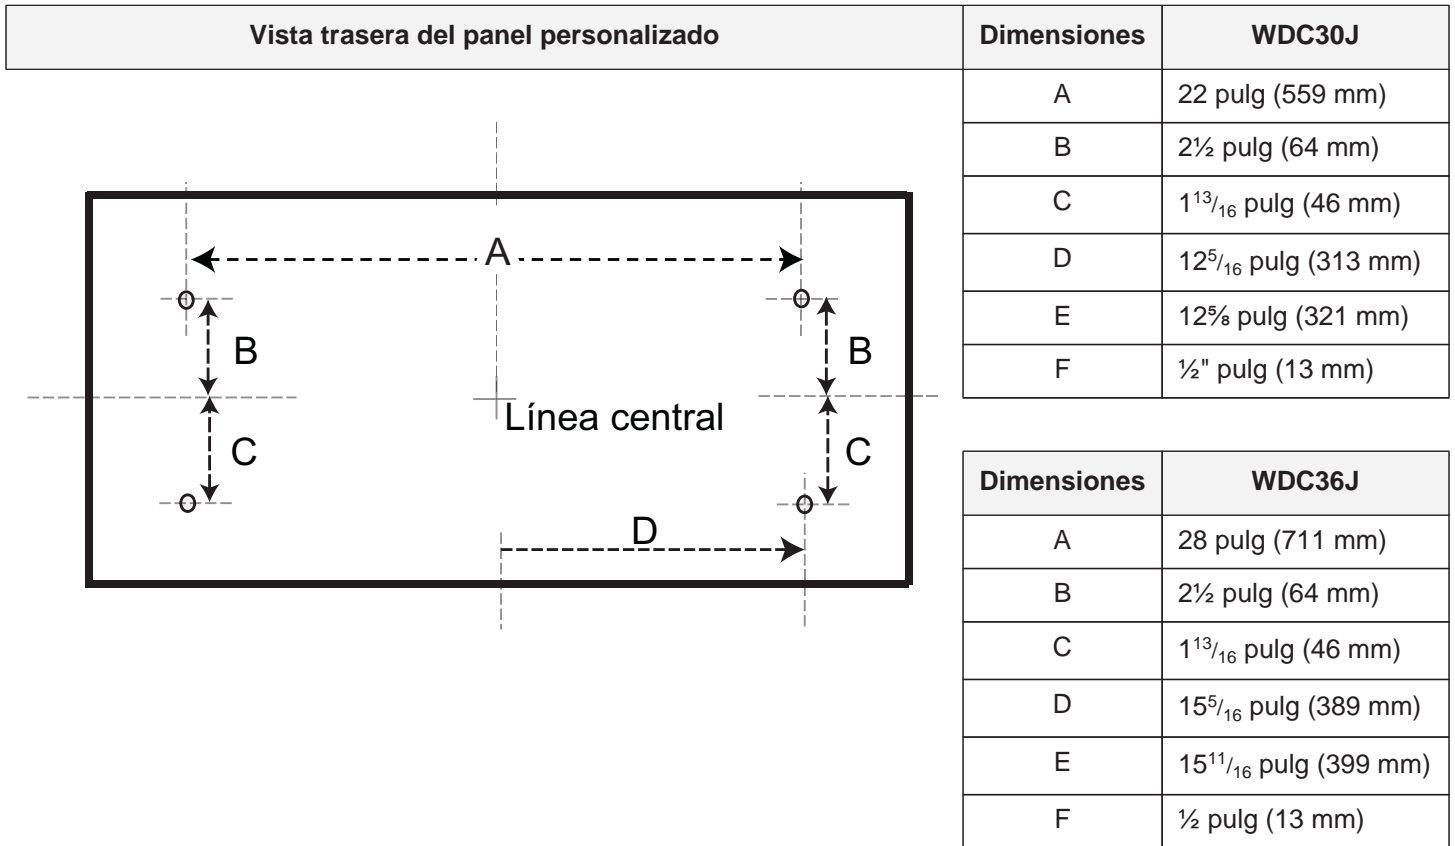
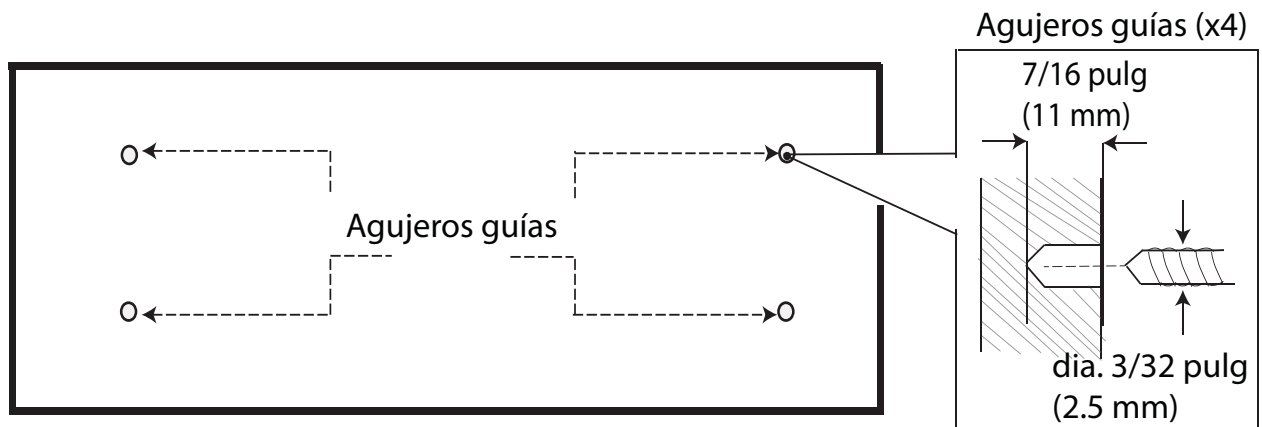

Figura 7: Dimensión de los agujeros guías y del agujero del guía de la luz testigo
Figura 8: Perforación de los agujeros guías y del agujero guía para la luz testigo
1. Marque los agujeros guías en la parte trasera del panel según las dimensiones indicadas en la *Figura 7 de la página 9*.
2. Taladre los agujeros guías con una broca de 3/32 pulg. (2,5 mm). **Tenga cuidado para no taladrar el panel hasta el fondo.** La profundidad de los agujeros guías sólo deben ser de 7/16 pulg. (11 mm). *Consulte la Figura 8 de la página 9.*
1. Detrás del panel delantero a medida, marque la posición de los agujeros guía según las especificaciones de las *Figura 7* y *Figura 8*.
3. Con las bridas orientadas en la dirección opuesta al panel delantero a medida, atornille el panel de acero inoxidable proporcionado a la parte trasera del panel delantero a medida con cuatro (4) tornillos de ½ pulg. (12,7 mm). No atornille hasta el fondo.